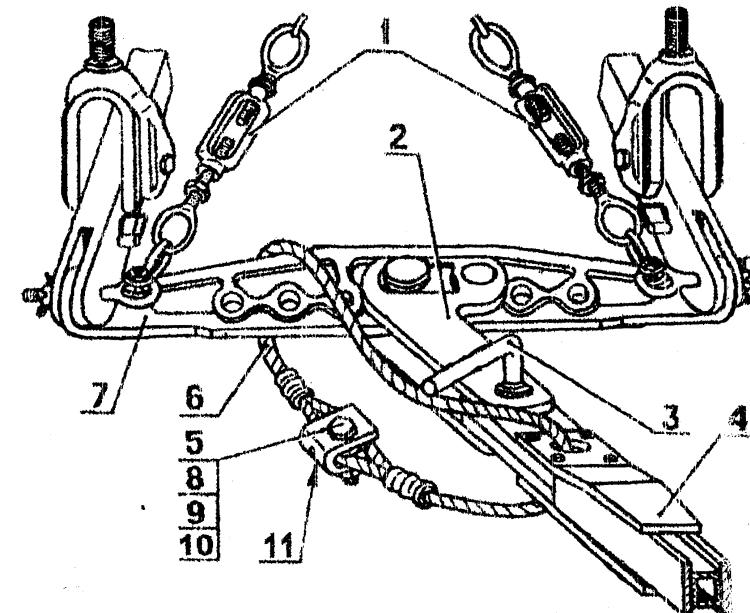

Рис. 42. Присоединение сеялки к трактору
5.1.6 Присоедините сеялку к трактору, для чего заведите прицепное устройство 4 (рис. 42) в зев прицепной вилки 2 и зафиксируйте их шкворнем 3 со шплинтом пружинным.
5.1.7. В отверстие прицепа 4 (рис. 42) заведите один конец страховочного каната 6 и, охватив им поперечину трактора 7, соедините концы каната с помощью скобы 11, болта 5, гайки 8 и шайб 9 и 10.
5.1.8 Стяжками трактора 1 (рис. 42) закрепите поперечину трактора 7 от качания в горизонтальной плоскости.